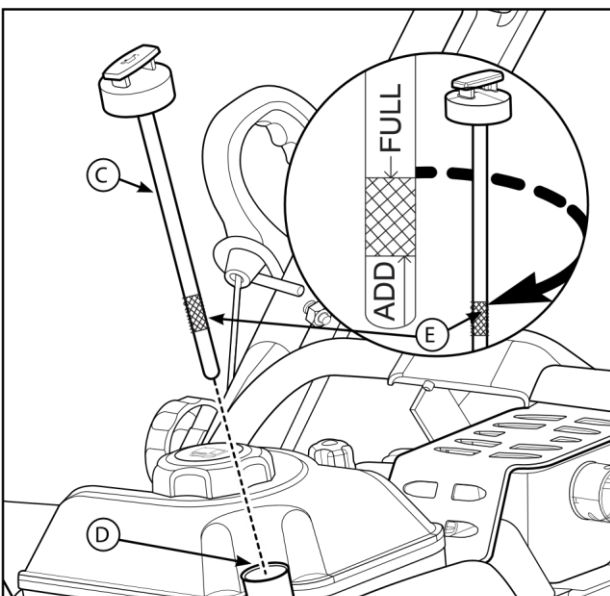

Рис. 14
4. Выньте масляной щуп (с, рис. 14) и вытрите его чистой тряпкой.
5. медленно влейте масло в маслоразливную горловину двигателя (D). не допускайте превышения указанной отметки. подождите минуту и проверьте уровень масла.